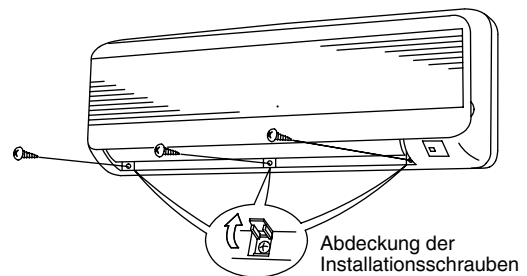

Abb. 3-23
- (3) Die Klappe so einstellen, dass sie waagrecht liegt. (Abb. 3-23)
(4) Die Schraubenabdeckungen unter dem Gitter (3 Stellen) öffnen. (Abb. 3-23)
(5) Die Schrauben herausdrehen. (Abb. 3-23)